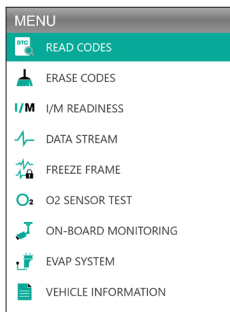

Abbildung 3.2.2
2. Zum Abrufen der DTCs wählen Sie bitte Codes lesen (siehe Abbildung 3.2.2) und drücken Sie [OK]. Das Scan-Tool kommuniziert mit der ECU und präsentiert Ihnen DTCs.